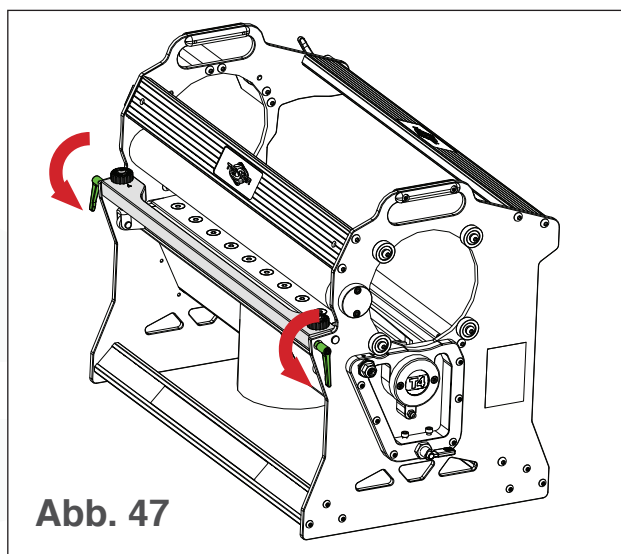

Abb. 47
1. Ziehen Sie die Verriegelungsknöpfe der Einstellstange heraus und drehen Sie sie so, dass sie gerade nach unten zeigen (siehe Abb. 47).